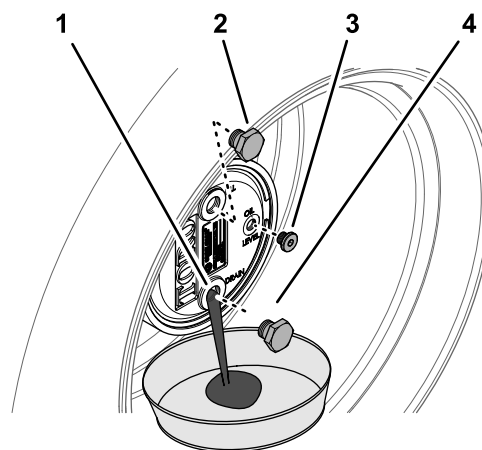

Рисунок 100
2. Снимите пробку заливного отверстия, расположенную в положении «12 часов», и пробку контрольного отверстия, расположенную в положении «3 часа» (Рисунок 100).
3. Подставьте сливной поддон под ступицу планетарной передачи, снимите пробку сливного отверстия, расположенную в положении «6 часов», и дайте маслу полностью стечь (Рисунок 100).
5. Установите пробку сливного отверстия в сливное отверстие корпуса планетарного редуктора (Рисунок 100).